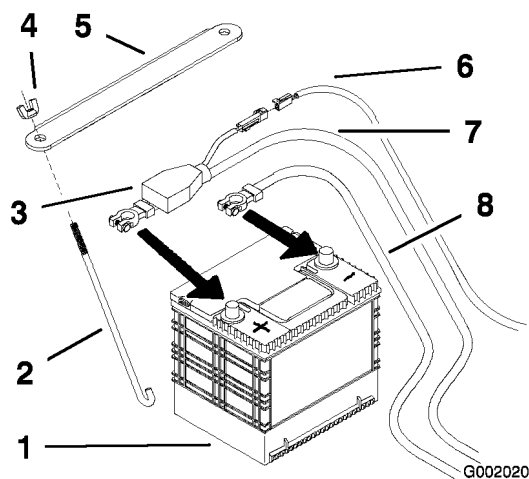

Figura 50
4. Scollegate prima il cavo negativo della batteria dal morsetto negativo (-) della batteria (Figura 50).
5. Sfilate la guaina rossa dal morsetto sul polo positivo (rosso) della batteria. Togliete quindi il cavo positivo (rosso) dalla batteria (Figura 50).
1. Posizionate la batteria nel vassoio, con i poli dei morsetti opposti al serbatoio idraulico (Figura 50).
4. Fissate i cavi con due bulloni (1/4 x 3/4 poll.), due rondelle (1/4 poll.) e due dadi di bloccaggio (1/4 poll.) (Figura 50).
6. Fissate la batteria con bulloni a J, la fascetta di fissaggio, due rondelle (6,3 mm) e due dadi ad alette (1/4 poll.) (Figura 50).